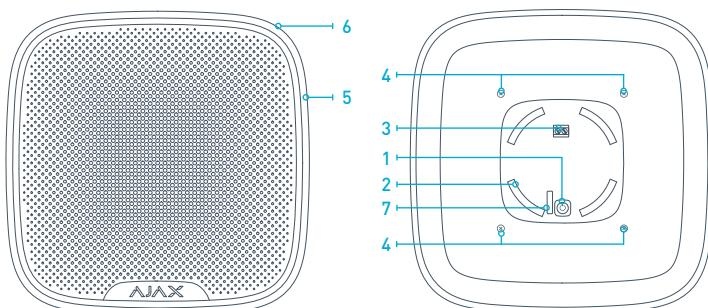
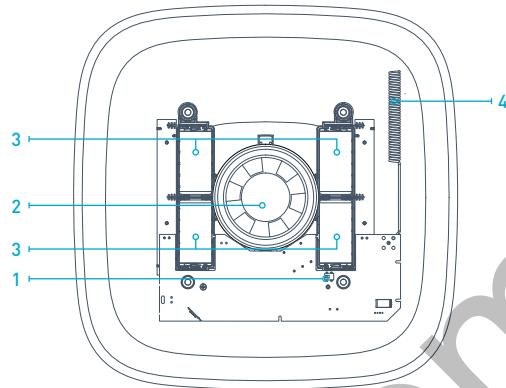

РИС. 1. Сирена
РИС. 3. Батарейный отсек
4.1 Перед установкой сирены обязательно нужно зарегистрировать ее в охранной системе Ajax. Для регистрации сирены необходимо в мобильном приложении Ajax или браузере зайти во вкладку «Устройства» и нажать кнопку «Добавить устройство», а затем выполнять подсказки мастера добавления устройств. В ходе процесса добавления устройства нужно будет включить сирену. Сирена включается/выключается зажатием кнопки «1» (РИС.1) на три секунды. В момент включения исправная сирена должна мигнуть всеми красными светодиодами «5» (РИС.1). Запрос на регистрацию в охранной системе передается только в момент включения сирены! Если регистрация сирены в охранной системе по какой-то причине не произошла, сирена после включения должна 6 раз мигнуть одним светодиодом «6» (РИС.1) с периодичностью раз в секунду, после чего автоматически выключается, быстро мигнув 3 раза всеми светодиодами. После этого сирену снова можно включать. Если сирена была удалена из списка зарегистрированных в охранной системе устройств, то она также мигает светодиодом 6 раз и затем автоматически выключается.
При вскрытии корпуса сирены тревога генерируется всегда и ее невозможно отключить в настройках сирены! При снятии задней крышки сирены для замены батареек, сначала выключите сирену кнопкой «1» (РИС.1), зажав ее на 3 с. При выключении сирена должна включить все светодиоды на 1 с а затем мигнуть ими 3 раза.
6.1 Когда сирена находится в режиме охраны, она сигнализирует об этом при помощи светодиода «б» (РИС. 1), кратковременно мигая им через каждые 30 секунд. По умолчанию функция мигания светодиода выключена, при желании ее можно включить в настройках сирены используя мобильное приложение или браузер.
8.2 Своевременно заменяйте батареи питания на новые! При разряде батареи сирена передает соответствующий сигнал на централь сигнализации. Также, когда батареи разряжены, постановка и снятие сирены с охраны сопровождаются одноразовым включением и плавным гашением светодиодного индикатора. Для замены батареи сначала в настройках сирены отключите тревогу на снятие, затем снимите сирену и выключите ее зажав кнопку включения на 3 секунды. После этого открутите 4 самореза «4» РИС.1 на тыльной стороне корпуса и снимите верхнюю крышку сирены. Замените 4 батареи «battery» [РИС. 3] на новые, типа CR123A, соблюдая полярность. После замены батарей обязательно проверьте работоспособность сирены!